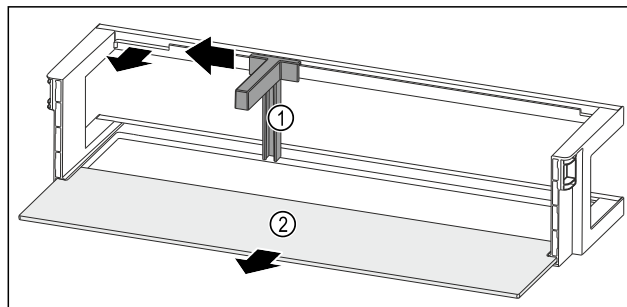

Fig. 231 Dveřní přihrádka s držákem lahví a odkládací plochou
- Držák lahví Fig. 231 (1) posuňte na stranu až k vybrání.
- Držák lahví Fig. 231 (1) odeberte.
- Odkládací plochu Fig. 231 (2) odeberte.